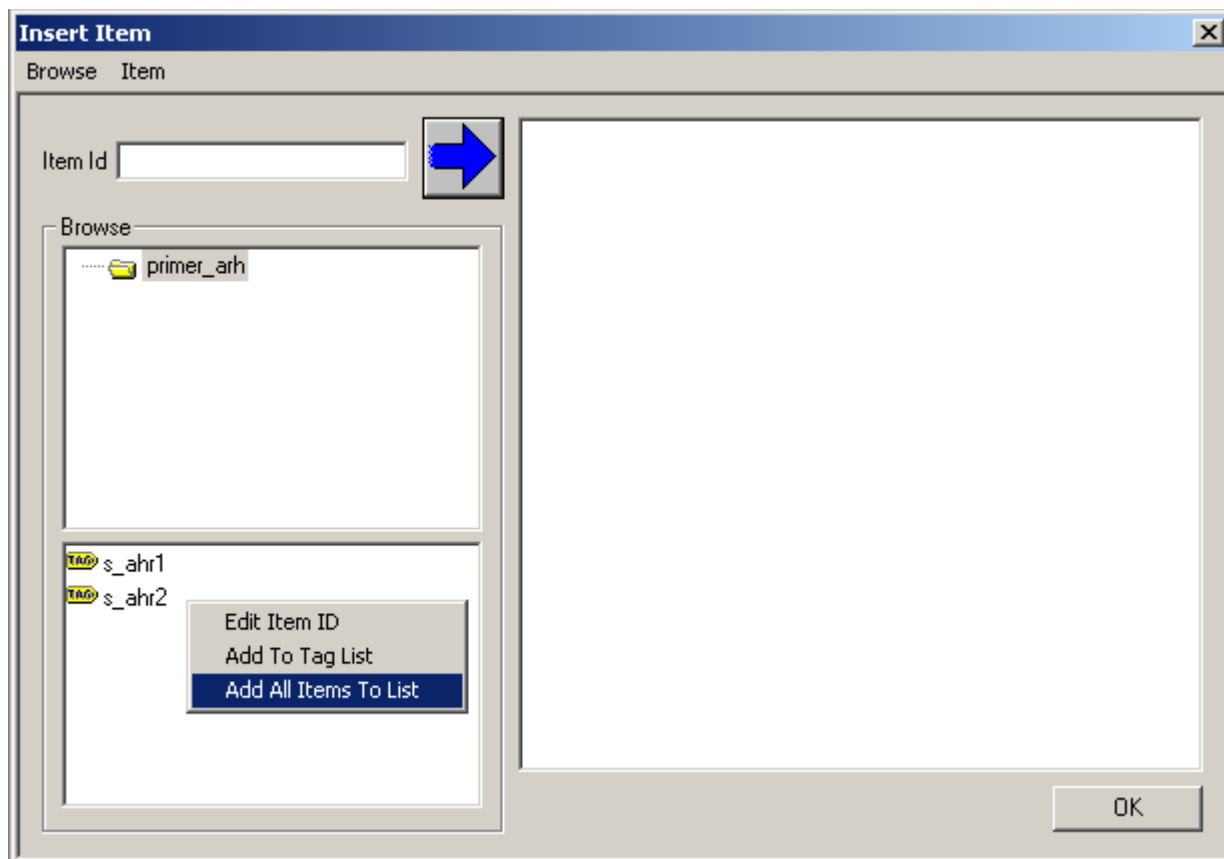

Рисунок 3.4 – Добавление переменных в проект MatrikonOPC HDA Explorer
- 4) Добавить все переменные в проект. Для этого выбрать узел, после чего нажать «Add All Items To List» контекстного меню (Рисунок 3.4) затем нажать кнопку «ОК»;